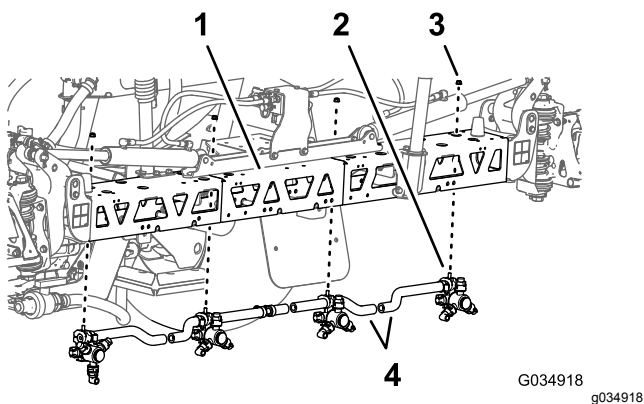

図 68
6. ノズルをノズルサポートに固定しているフランジロックナット5/16"を外す 図 68。